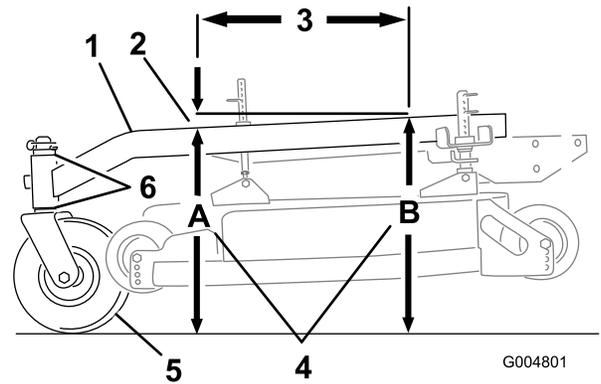

Figura 64
El bastidor de tiro debe tener una inclinación longitudinal de entre 3 mm y 9 mm en una longitud de 61 cm (Figura 64).
- Mida 61 cm en el bastidor de tiro (Figura 64).
- Mida la altura del bastidor de tiro en la posición A (Figura 64).
- Mida la altura del bastidor de tiro en la posición B (Figura 64).
- La altura en la posición **A** debe ser de 6-10 mm (1/4-3/8 pulg.) menor que la de la posición **B** (Figura 64).
- Si la inclinación del bastidor de tiro no es la correcta, mueva los espaciadores de las ruedas giratorias para obtener una inclinación de 6-10 mm (1/4-3/8 pulg.) (Figura 64).